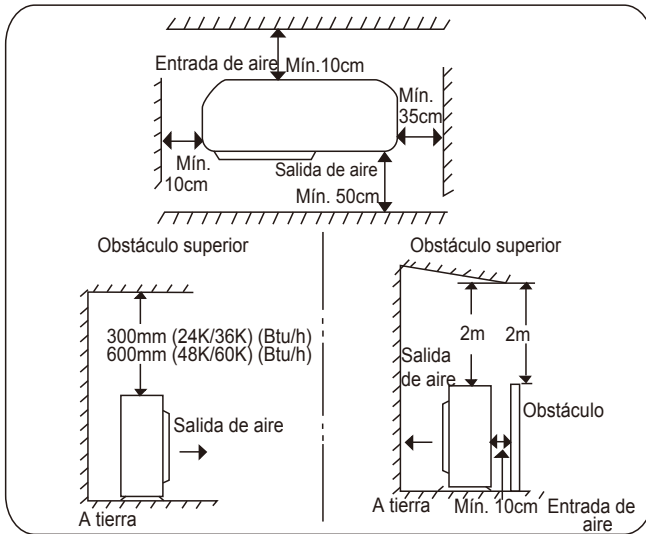

Fig.7.1
- Considerar el espacio necesario para la entrada de aire, la salida y el mantenimiento. (Fig 7.1)